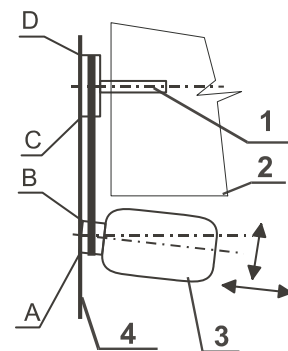

Fig. 9.9. 505 539
El control de la nivelación de las poleas realice mediante el ajuste de un calibrador (Fig. 9.9., pos.4) o la regla a las caras de poleas.